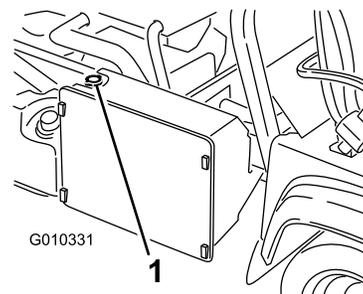

Figura 75
3. Retire o tampão do radiador (Figura 75).
4. Retire o tampão do depósito de reserva do líquido de arrefecimento (Figura 75).
7. Tape o radiador e instale o tampão (Figura 75).